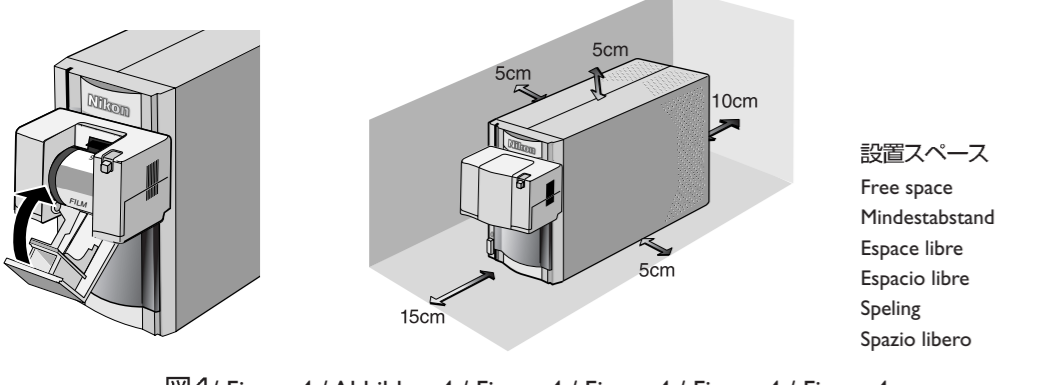

図4/ Figure 4 / Abbildung4 / Figure 4 / Figura 4 / Figuur 4 / Figura 4
- カートリッジカバーを閉じます（図4）。カートリッジカバーが閉じると、自動的にフィルムを引き込みます。スキャン操作の詳細は、Nikon Scanソフトウェアマニュアルをご覧ください。